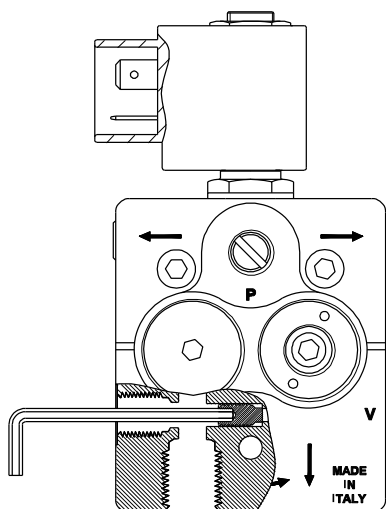

Fig. 2
3. Utilizzando una chiave brugola da 2,5 mm, inserire ed avvitare il grano bypass all'interno del foro di presa vuoto (Fig. 2).
2. Usando una chiave brugola da 2,5 mm, svitare il grano bypass presente all'interno dal foro di presa vuoto (Fig.2).